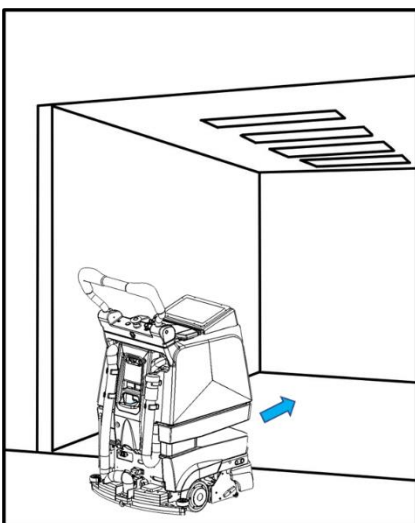

Fig. 3
- De R3 SCRUB in liften verplaatsen: achteruit inrijden, omdat het kleinere voorwiel vast kan komen te zitten (Fig. 3).